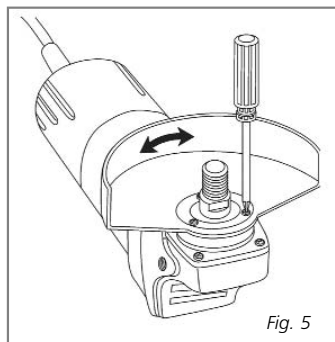

Fig. 5
1. Presione el botón de traba de eje (6).
2. Afloje la tuerca de la traba del eje (5) girando la tuerca en sentido contrario a las agujas del reloj con la llave (7).
4. Remueva el disco abrasivo (4) del eje (3).
• **AJUSTE DEL PROTECTOR DEL DISCO (fig. 5)**